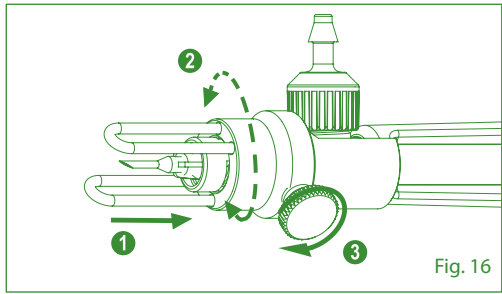

Fig. 16
4. Insert FishGuide™ ①, adjust position ②, softly tighten thumb screw ③ (Fig. 16)
4. Insérez le FishGuide™ ①, ajustez la position ② et serrez doucement la vis moletée ③ (Fig. 16).